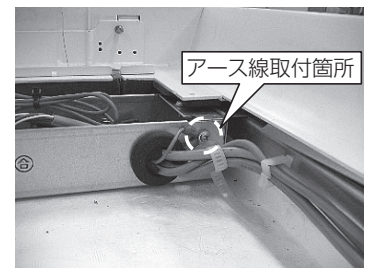

図9-2
- 2) (図9-2) のアース線取付箇所のアースネジを一度取外し、パネルからのアース線と共に再度取付けてください。